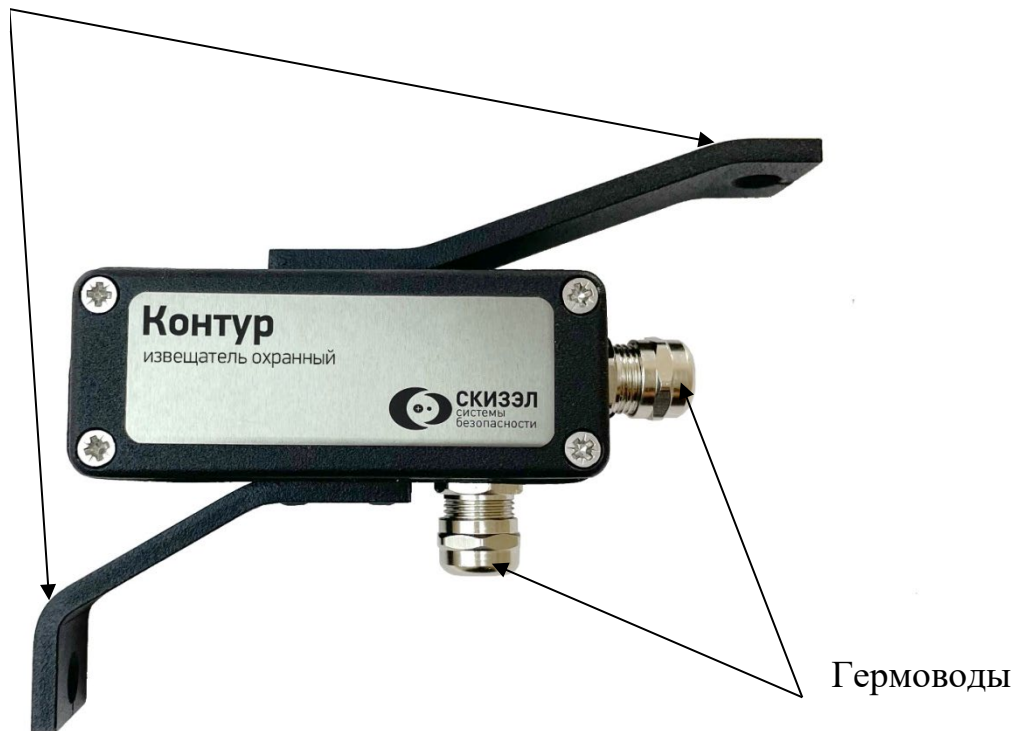

Рисунок 1 – Общий вид извещателя
1.5.1 Извещатель (рисунок 1) выполнен в металлическом корпусе. На корпусе установлены элементы крепления, для удобства его монтажа на охраняемые объекты и гермоводы. Внутри корпуса размещены плата обработки и усиления сигнала, и пьезоэлектрический сенсор, который выполняет функцию чувствительного элемента.